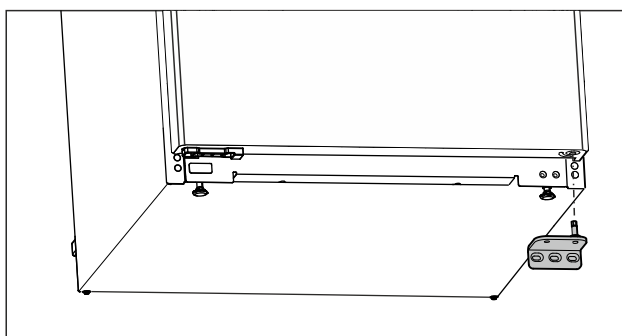

Fig. 11
- Võtke laagripukk allapoole maha. (vt. Fig. 11)